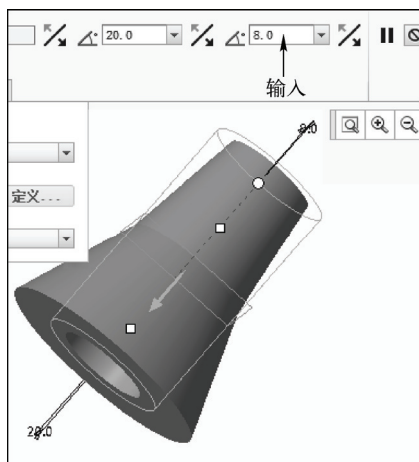

图 6-118 输入参数
STEP 05 在“拔模”选项卡的“角度 1”和“角度 2”文本框中分别输入“20.0”和“8.0”，如图 6-118 所示。